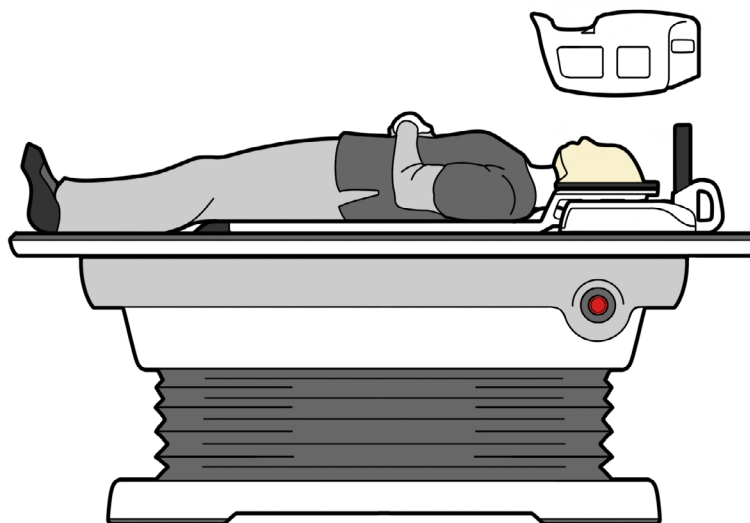

Рис. 5
6. Установите верхнюю катушку над пациентом и опустите ее на соответствующую высоту (рис. 5 и 6). Используйте кнопку регулировки высоты для достижения нужной высоты.